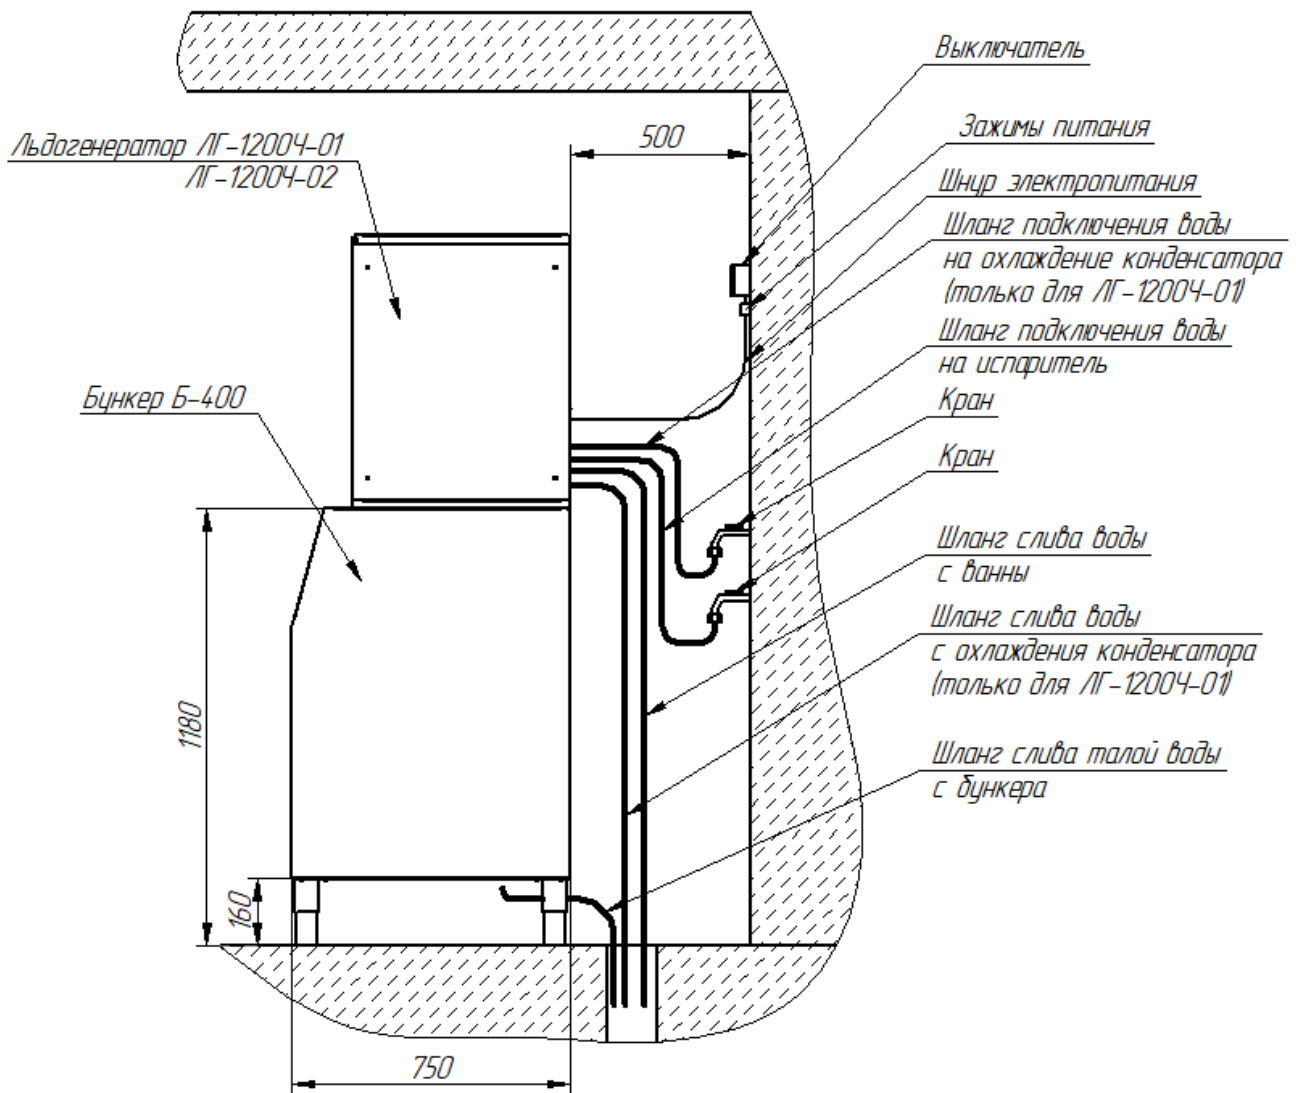

Рис. 5 Схема подключения льдогенератора с бункером Б-400
- установить льдогенератор на накопитель льда. Для льдогенераторов ЛГ-1200Ч-01, ЛГ-1200Ч-02 использовать бункер-накопитель Б-400. Льдогенератор должен фиксироваться на бункере-накопителе двумя болтами с предварительно установленными шайбами из комплекта поставки моментом затяжки $26 \pm 1,5$ Н·м ($2,7 \pm 0,15$ кгс·м). Схема монтажа показана на рис. 5. Положение льдогенератора должно быть горизонтальным, в случае необходимости отрегулируйте высоту и устойчивое положение изделия с помощью регулируемых ножек бункера;
- подключить изделие к системе водоснабжения. Льдогенератор подключается к системе водоснабжения через штуцер с резьбой G 3/4" для подачи воды на испаритель и через штуцер под шланг с внутренним диаметром 12 мм для подачи воды на охлаждение конденсатора (для ЛГ-1200Ч-01) (рис. 5). Для дополнительной фиксации шланг крепить к штуцеру хомутом. Подсоединение шлангов подачи воды должно проводиться через краны для экстренного прекращения подачи воды на охлаждение конденсатора и испаритель в случае необходимости.
- подключить изделие к системе канализации через штуцер слива воды с ванны и штуцер охлаждения конденсатора под шланг с внутренним диаметром 12мм (для ЛГ-1200Ч-01) и штуцер для слива талой воды с бункера Б-400 (рис. 5). Убедиться, что сливные шланги находятся ниже, чем выходы на задней панели льдогенератора и основания бункера, чтобы вода могла стекать.
ВНИМАНИЕ! При сливе воды из ванны, конденсатора и бункера, необходимо организовать разрыв струи, обеспечив воздушный промежуток не менее 20 мм между концами сливных шлангов и краем принимающей трубы (см. рис. 5).